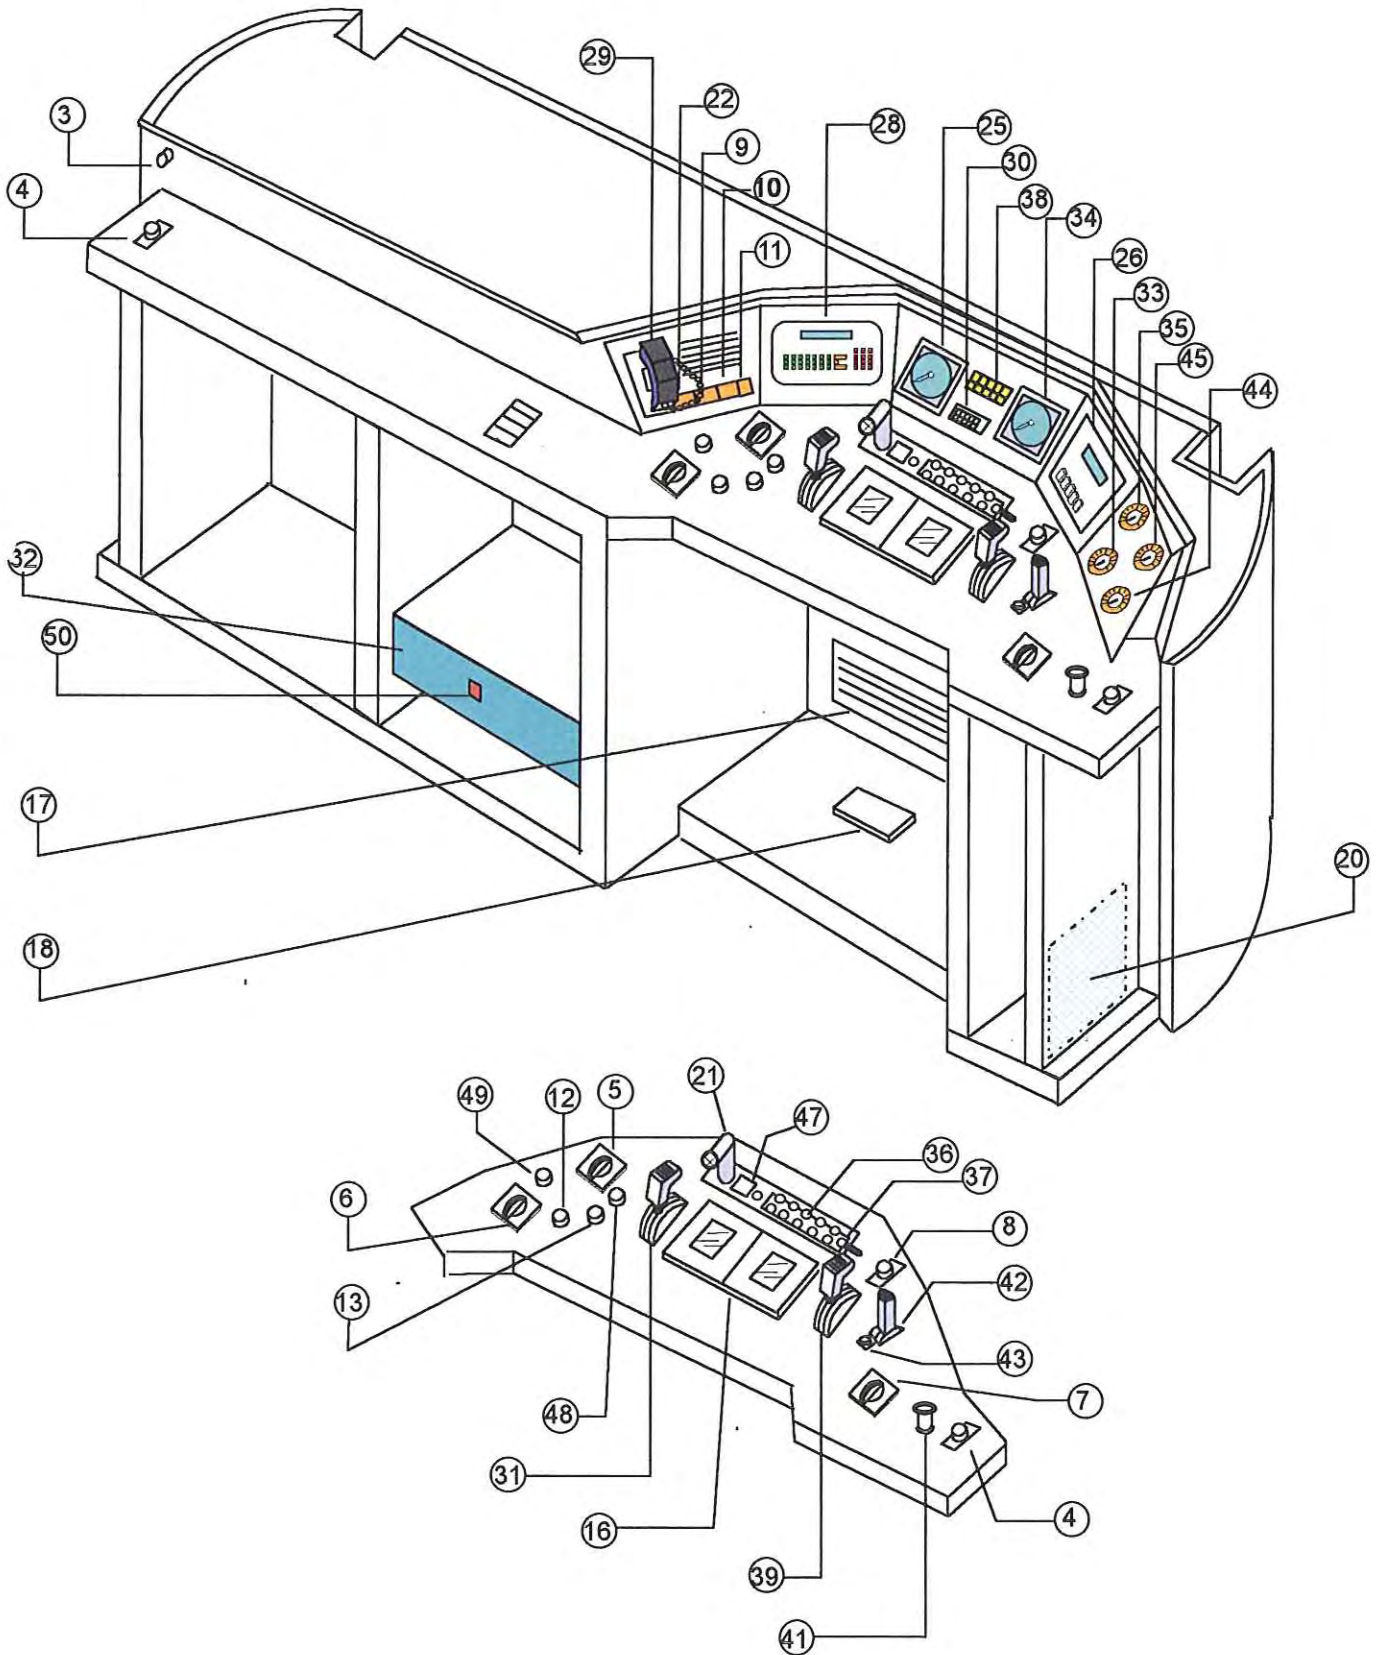

Figura 1 Pupitre de Conducción
2.2.1.- Pupitre de conducción (Figura 1)